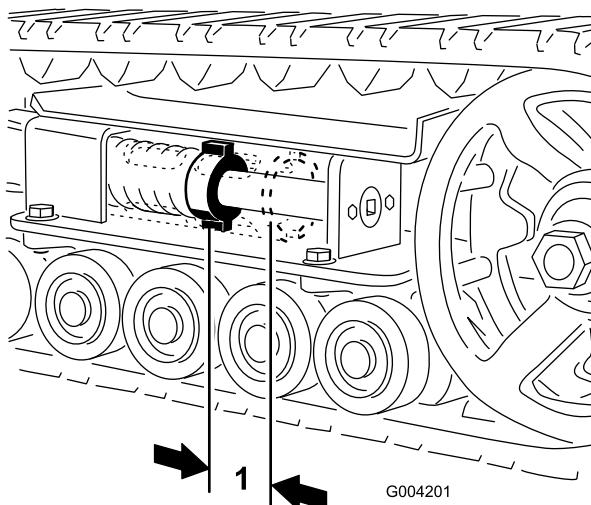

Рисунок 44
Между натяжной гайкой и задней стороной натяжной трубы должен быть зазор 7 см (Рисунок 44). Если это не так, отрегулируйте натяжение гусеницы, используя следующую процедуру:
5. Используя ключ с храповым механизмом на $\frac{1}{2}$ дюйма, поворачивайте натяжной винт против часовой стрелки до тех пор, пока расстояние между натяжной гайкой и задней стороной натяжной трубы (Рисунок 44) не станет равным 7 см.
натяжной трубы (Рисунок 44) не станет равным 7 см.
18. Поворачивайте натяжной винт против часовой стрелки до тех пор, пока расстояние между натяжной гайкой и задней стороной натяжной трубы (Рисунок 44) не станет равным 7 см.